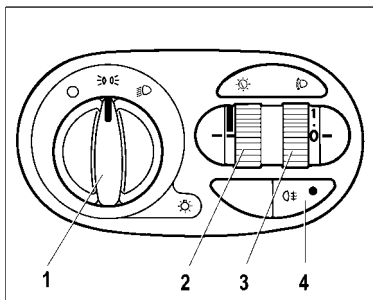

Рис. 31. Модуль управления светотехникой
**Переключатель наружного освещения 1** (рис. 31) имеет три фиксированных положения: